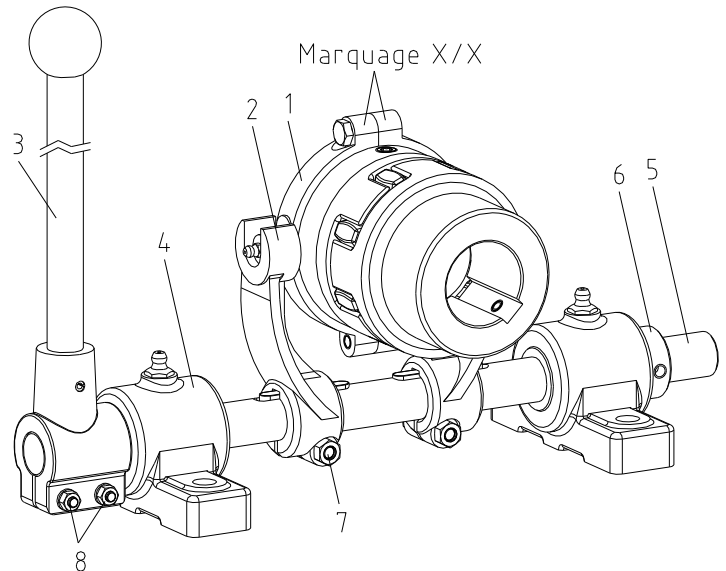

Fig. 8 : ROTEX® SD avec levier
- Avant de monter le collier (composant 1, fig. 8), vérifier la présence des graisseurs et l'absence de dommages.
- Monter le collier avec tétons et graisseurs dans les fourches (composant 2, fig. 8).
- Bloquer axialement sur l'arbre de commande le levier, les fourches et la bague d'arrêt (composant 6, fig. 8).